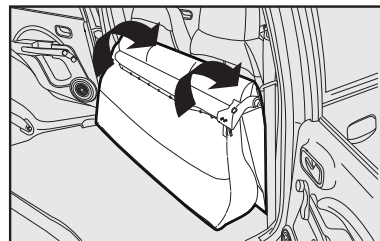

fig. 85
5) Em seguida, rebater o banco traseiro inteiro para a frente, de maneira a obter uma única superfície de carga **fig. 85**.